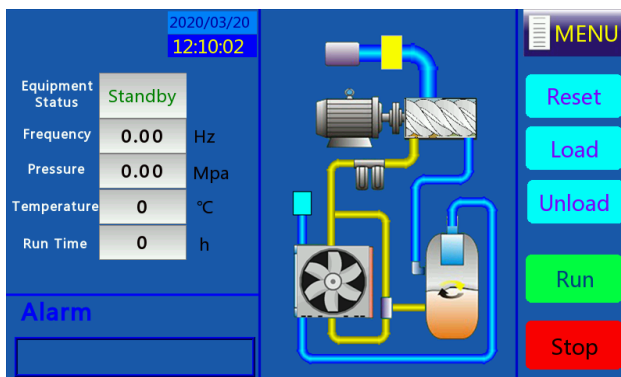

Рис. 4-3 Working interface
3. Нажмите Enter, чтобы войти в интерфейс рабочей среды, как показано на рис. 4-3.